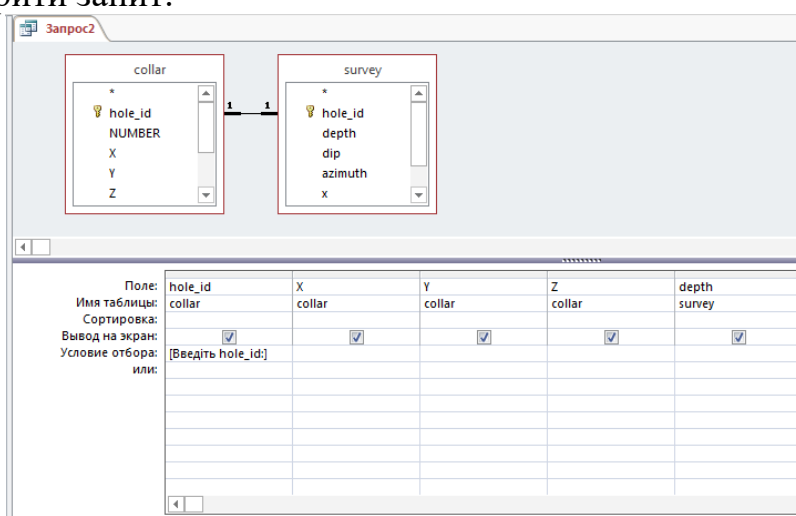

Рис. 28. Створення запиту з параметричним полем
4. Для поля, яке передбачається використовувати як параметр (hole-id), у комірку рядка Условие отбора ввести вираз з текстом пропозиції на вибірку, укладеним у квадратні дужки: [Введіть hole-id:] (рис. 28).